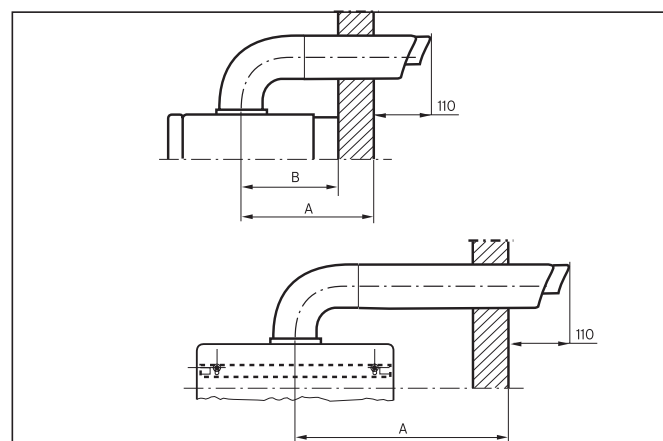

图 5.6
- 量出烟道出口所在外表面距离壁挂炉烟道接口的中心位置的间距 A，图 5.6。